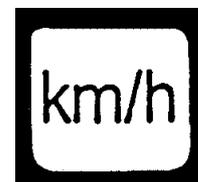

Fig. 12
4.3.5 Tasto "Velocità"(Fig. 12)